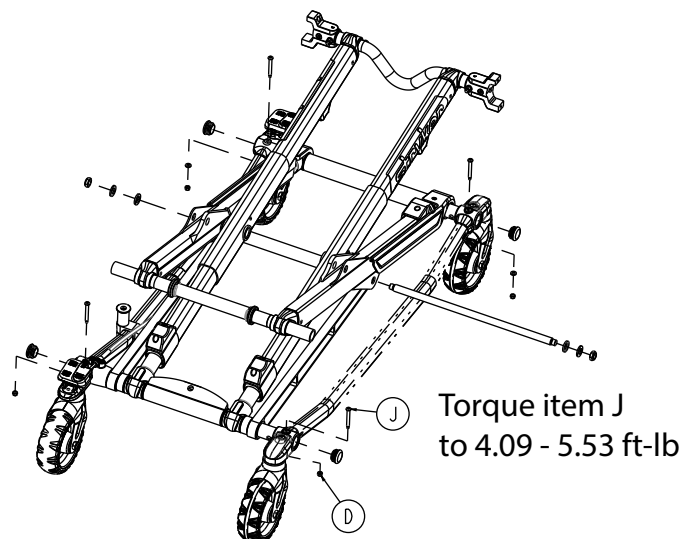

Figure 81 – Retirer le boulon et l'écrou du côté pieds
9. À l'aide d'une clé Torx T27 et d'une clé mixte de 3/8 po, retirer le boulon de montage de la roulette (J) et l'écrou en Fiberlock (D) qui fixent le tube de la base externe (Figure 81). Conserver le boulon et l'écrou. Répéter l'opération du côté tête.